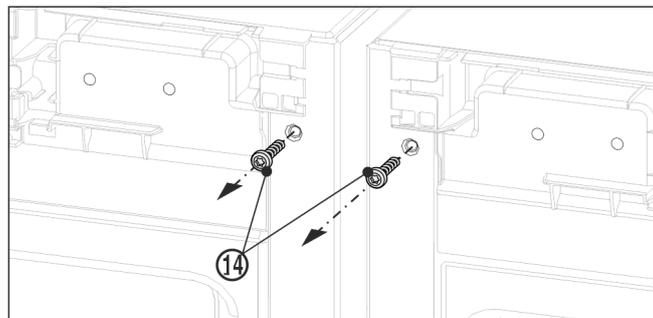

Fig. 15
- ▶ Vor der Montage des oberen Winkels beide Erdungsschrauben Fig. 15 (14) herausdrehen.